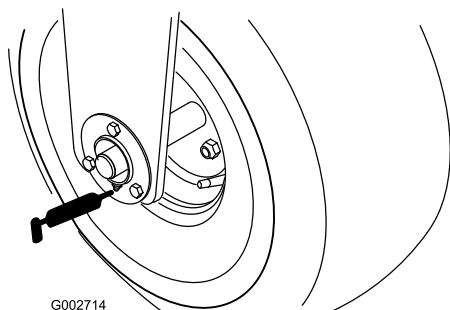

Рисунок 19
- Подшипник переднего колеса (1 шт.) (Рисунок 19)